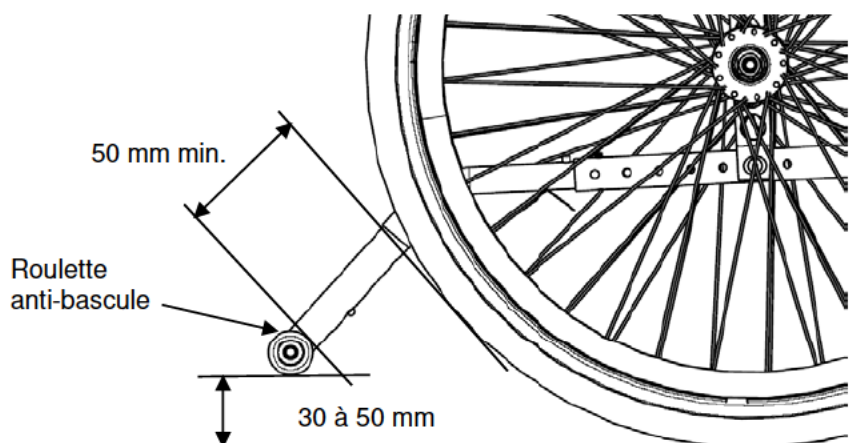

FIGURE 9.3 Réglage des dispositifs anti-bascule
REMARQUE : assurez-vous que la roulette anti-bascule se trouve TOUJOURS à l'extérieur du volume de la roue arrière. (50 mm au minimum) ; reportez-vous à la FIGURE 9.3.
REMARQUE : pour cette procédure, reportez-vous à la FIGURE 9.3.
*REMARQUE : Assurez-vous que la roulette anti-bascule se trouve **TOUJOURS** à l'extérieur du volume de la roue arrière (50 mm minimum) ; reportez-vous à la FIGURE 9.3.*